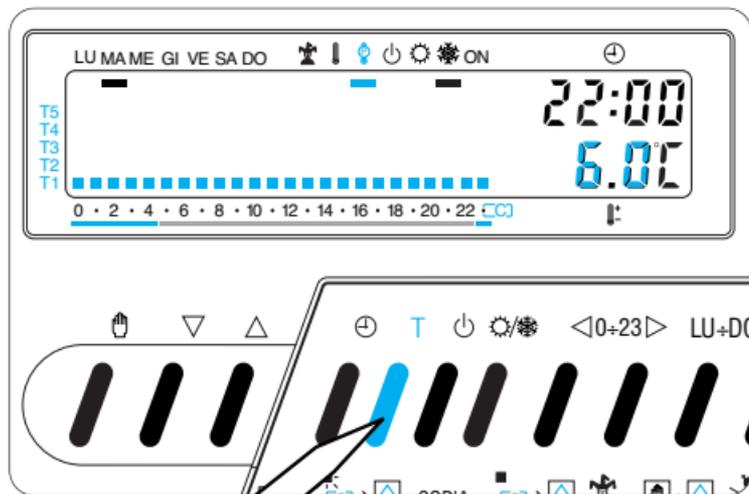

Fig. 31
**8.2** - Premere il pulsante T (fig. 31).